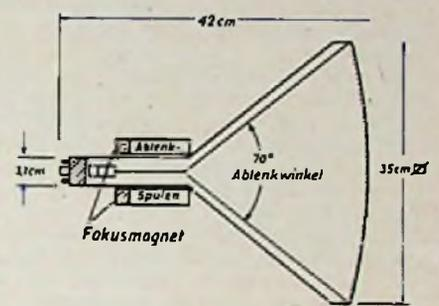

Abb. 80. Moderne Bildschreibröhre mit magnetischer Ablenkung (MW 36)
Lehrgänge ⑦ und ⑧); das Fernsehbild auf dem waagerechten Schirm mußte über einen Umlenkspiegel betrachtet werden. Die fortschreitende Entwicklung der Fernsehtechnik, vor allem der Übergang zur magnetischen Strahlableitung mit außerhalb der Röhre angeordneten Spulenpaaren, ermöglichte eine erhebliche Verkürzung der Halslänge und des Kolbens. Die heutige Standard-Bildröhre vom Typ MW 36 (Abb. 80) hat bei einer Schirmdiagonale von rund 35 cm nur 42 cm Länge, über alles gerechnet. Der Ablenkwinkel konnte auf 70 Grad gesteigert werden, ohne daß übermäßige Anforderungen an die Ablenkergeräte und -spulen auftreten. Zum Teil trägt dazu die Verkleinerung des Halsdurchmessers bei; das Feld der Auslenkspulen wird konzentrierter und damit wirksamer.